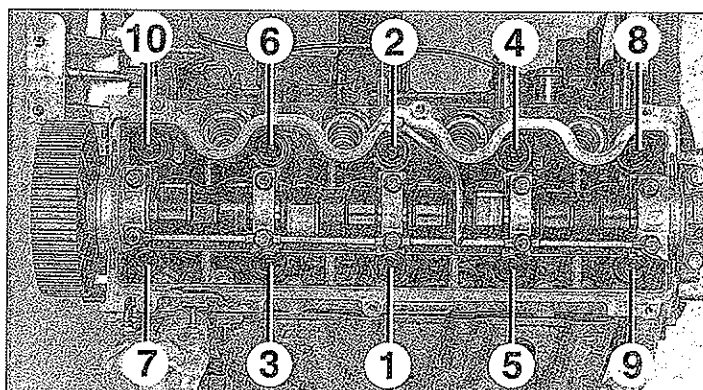

FIG. 31
- Colocar la culata sobre el bloque motor y apretar en el orden y al par prescrito los tornillos de culata (fig. 31).